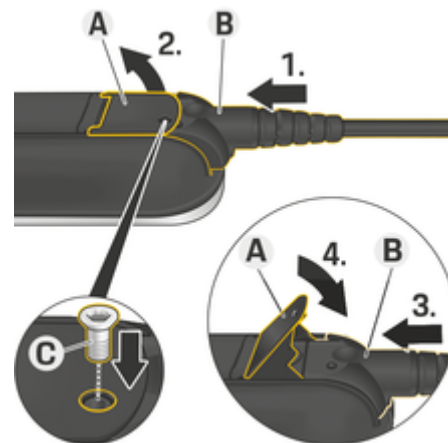

Fig. 29 Fixation du câble et blocage du connecteur
- ✓ Le levier **A** (Fig. 29) est fermé.
- 1. Insérez le connecteur **B** (Fig. 29) dans l'unité de commande, jusqu'au premier point de résistance.
- 5. Fixez le connecteur **B** à l'unité de commande à l'aide de la vis **C** (Fig. 29).